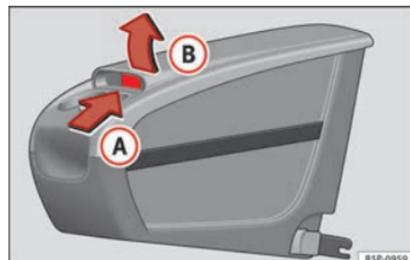

Fig. 91 Casseto portaoggetti estraibile. Aper-tura.
– Sollevare il coperchio **B** utilizzando il pulsante **A** » **fig. 91**.